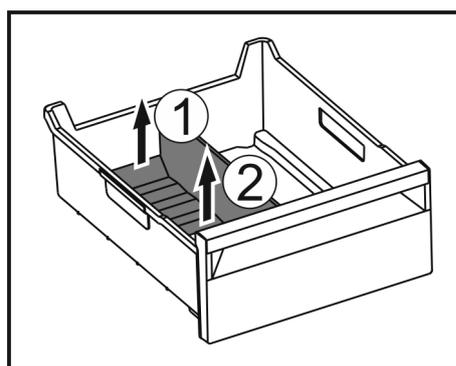

Fig. 78
- ▶ Sollevare la parte posteriore del divisore dello scomparto del ghiaccio. Fig. 78 (1)
- ▶ Rimuovere il divisore dello scomparto del ghiaccio verso l'alto. Fig. 78 (2)